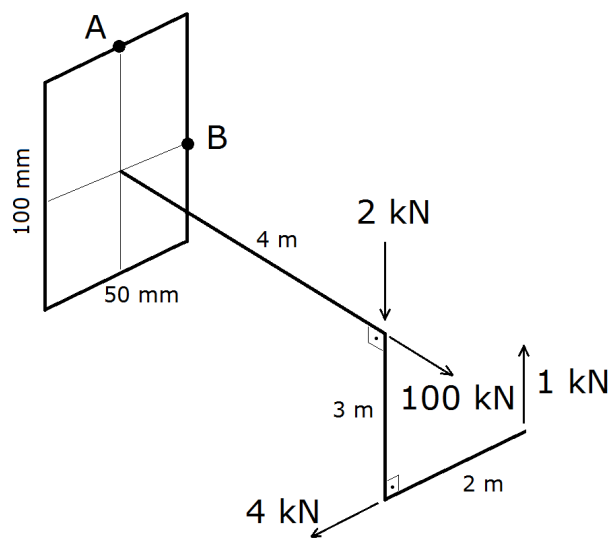

Figura 4
6. Verifique, pelo critério de von Mises, a estabilidade dos pontos A e B indicados no engaste da estrutura mostrada na Figura 4. Considere $\sigma_e = 150$ MPa.